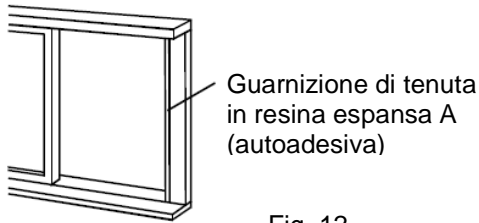

Fig. 12
1. Tagli la guarnizione di tenuta (autoadesiva) in resina espansa alla giusta lunghezza e la applichi al telaio della finestra (Fig. 12).